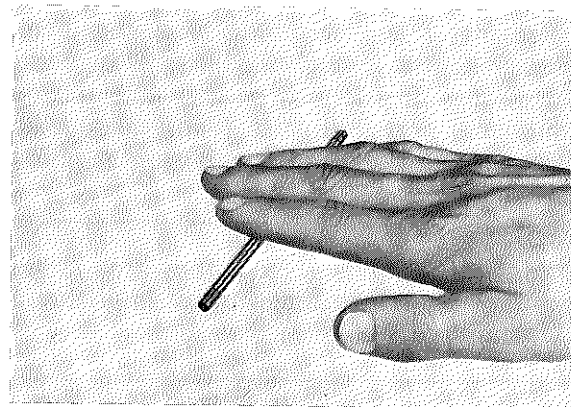

Fig. 3-3-29
11. Roll the push rod across a surface plate. If rod is bent, replace. (Fig. 3-3-29)
11. Faire rouler la tige de débrayage sur un marbre à dresser, et la remplacer si on constate une courbure (Fig. 3-3-29).
11. Schubstange über eine Richtplatte rollen. Falls sie verbogen ist, muß sie ersetzt werden. (Fig. 3-3-29)